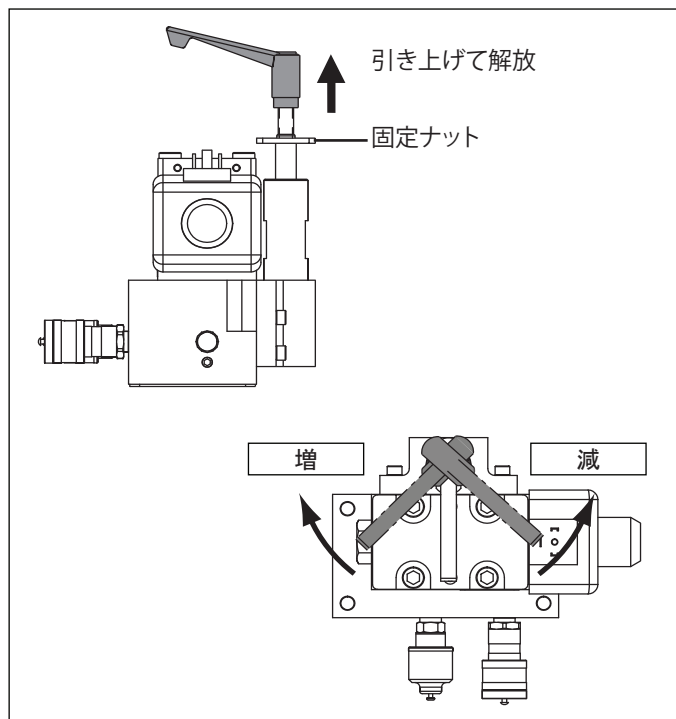

図12 調整可能なリリーフ弁 (標準)
2. リリーフ弁を固定しているナットを緩めます。図12を参照してください。